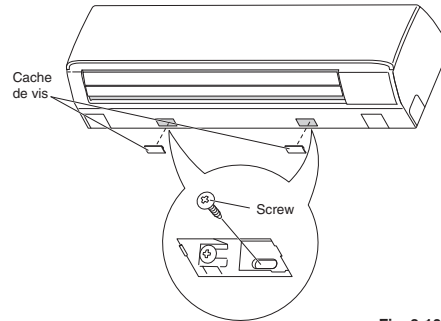

Fig. 3-104
- (1) Déposer le cache de vis sur la face inférieure. (Fig. 3-104)
- (2) Fixer le châssis au panneau arrière en utilisant les 2 vis à tôle de 4 x 10 mm. (Fig. 3-104)